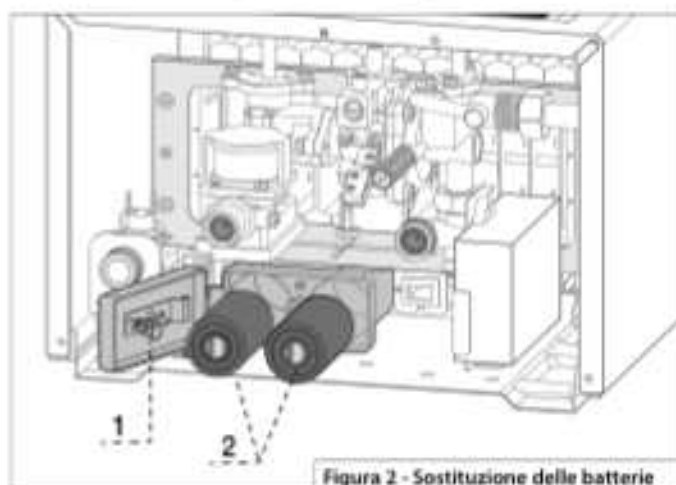

Figura 2 - Sostituzione delle batterie
- Sganciare lo sportellino posto sul fondo dell'apparecchio (vedi Figura 2: Nr 1).
- Rimuovere le batterie (vedi Figura 2: Nr 2).
- Inserire le batterie rispettando la polarità. (vedi Figura 2: Nr 2).
- Chiudere il coperchio del vano batterie (vedi Figura 2: Nr 1).